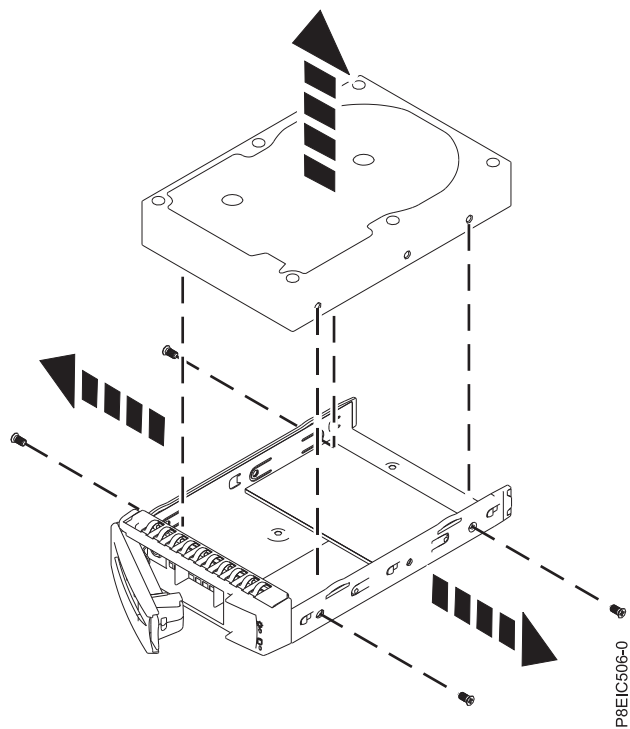

図 57. トレイからの 3.5 型ドライブの取り外し
- 3.5 型ドライブの場合、4 本のねじ (各側面に 2 本) を取り外して、ドライブをトレイの側面から外します (96 ページの図 57 を参照)。